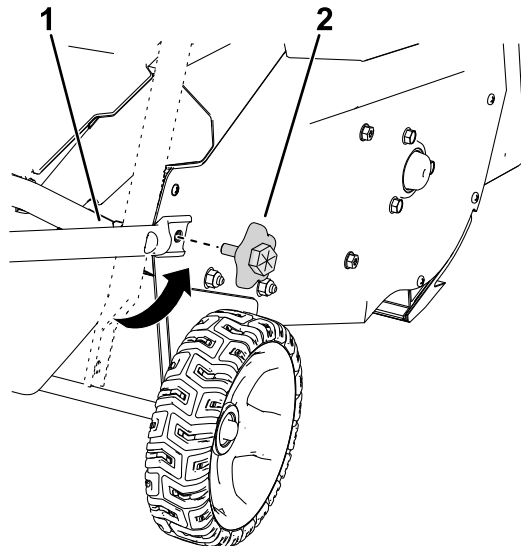

Bild 5
5. Setzen Sie den unteren Holm an seine Position und bringen Sie die unteren Griffknöpfe an, wie in Bild 5 dargestellt.